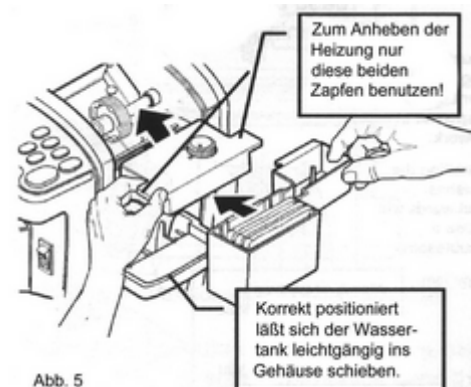

Abb. 5
- Oberheizung leicht anheben und Wassertank einsetzen (siehe Abb. 5).